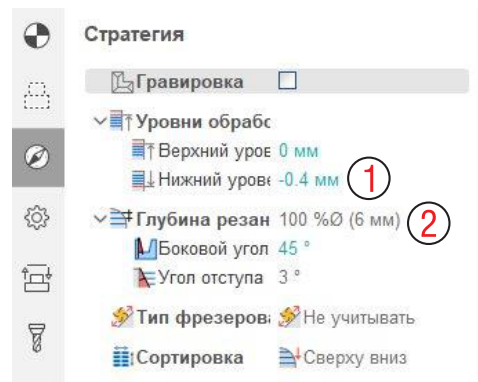

Рис. 5-32. Параметры стратегии операции Гравировка.
На вкладке Стратегия задайте нижний уровень обработки -0.4 мм (1 на рис. 5-32). Глубина резания (2) задана 6 мм, т.е. в нашем случае обработка будет выполняться за один проход.